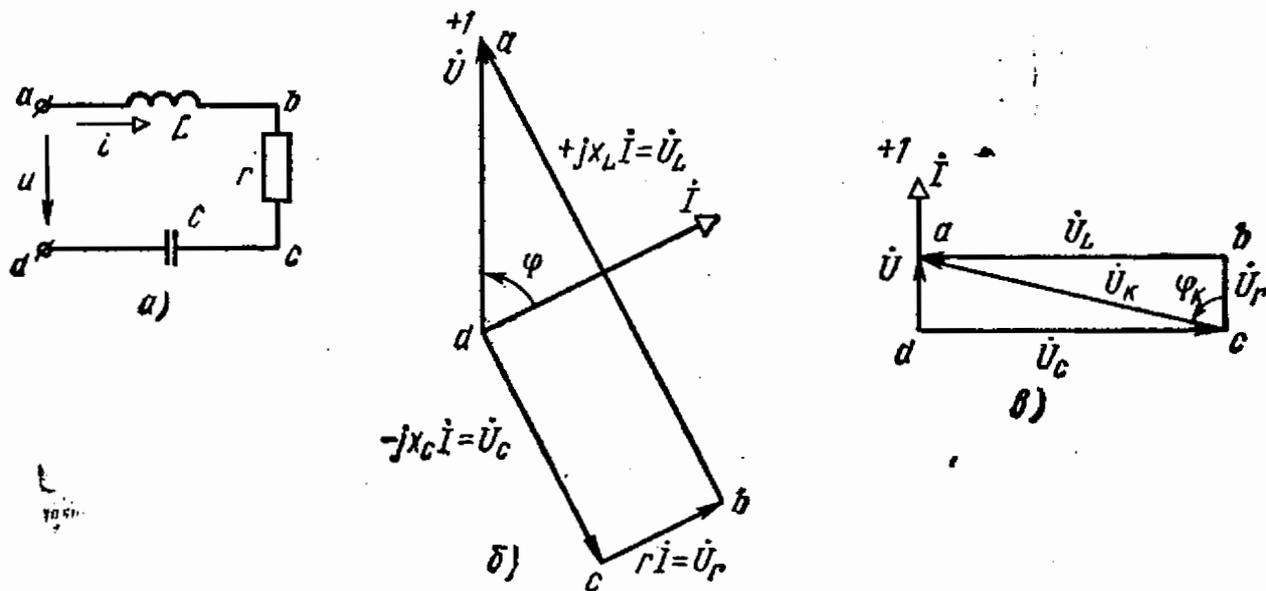

Рис. 3.33
3.33. В сеть напряжением 127 В включены последовательно катушка с активным сопротивлением 12 Ом и индуктивностью 159 мГ, а также батарея конденсаторов, емкость которой равна 127 мкФ (рис. 3.33, а).
Топографические диаграммы напряжений приведены на рис. 3.33, б, в, масштабы диаграмм различны.